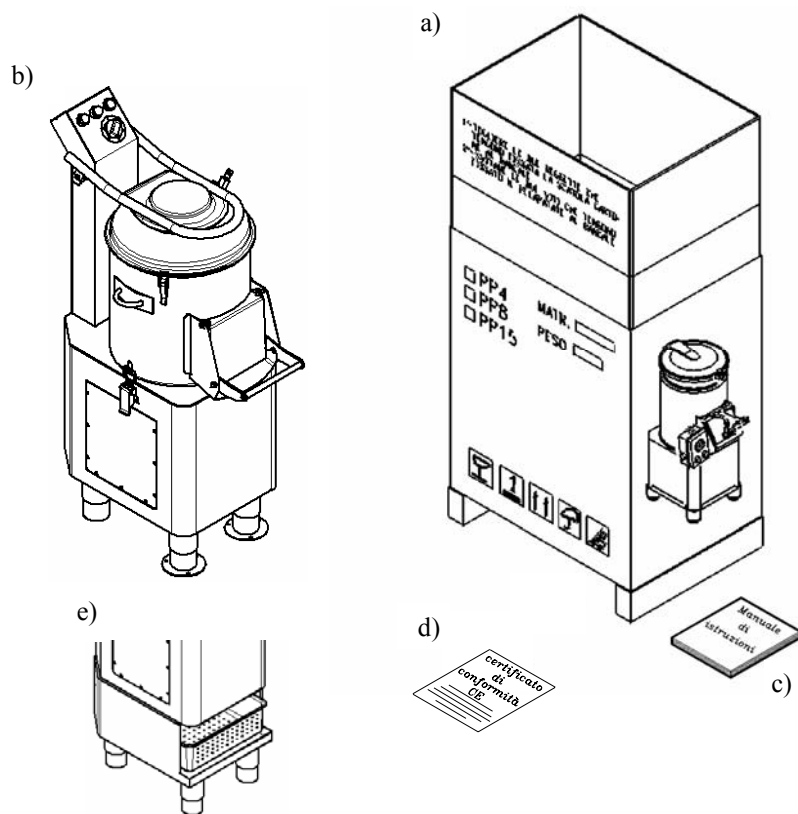

FIG. 3 - Beskrivelse af emballagen
3.1 - AFSENDELSE AF MASKINEN (jvf. FIG. 3)
Ved modtagelse af emnet, hvis den ikke viser udvendige beskadigelser, gå frem med åbningen ved at kontrollere at indei findes hele det nødvendige materiale. (jvf. FIG. 3).